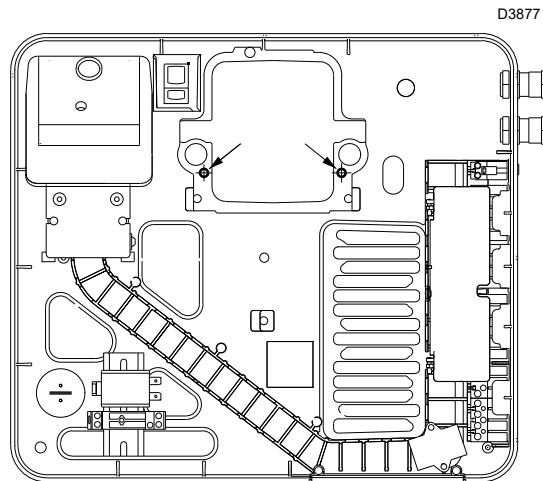

Fig. 28
- Por último, se pueden utilizar 2 de los 3 tornillos 10)(Fig. 29) para fijar el cuadro eléctrico al manguito, en los puntos indicados en la Fig. 28 y, luego, proceder con las operaciones de mantenimiento.